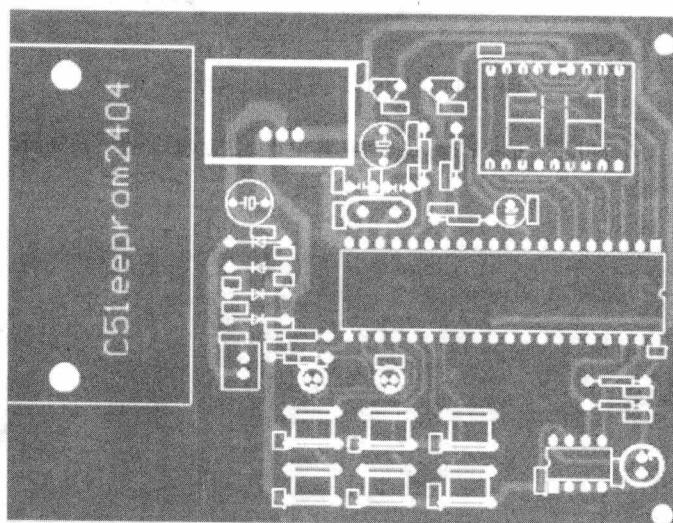
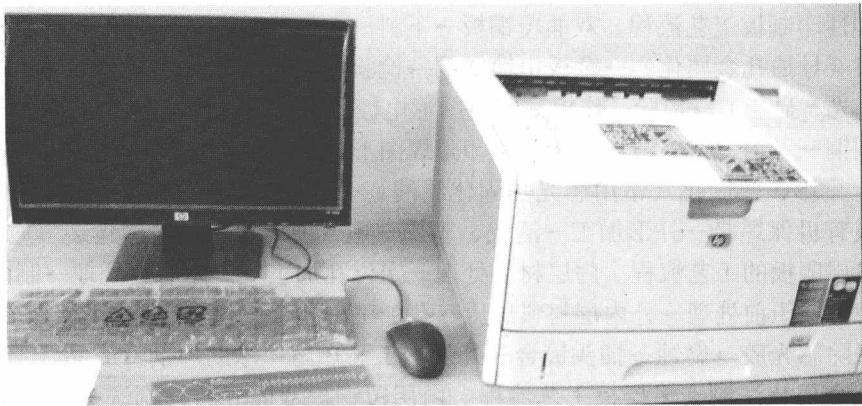
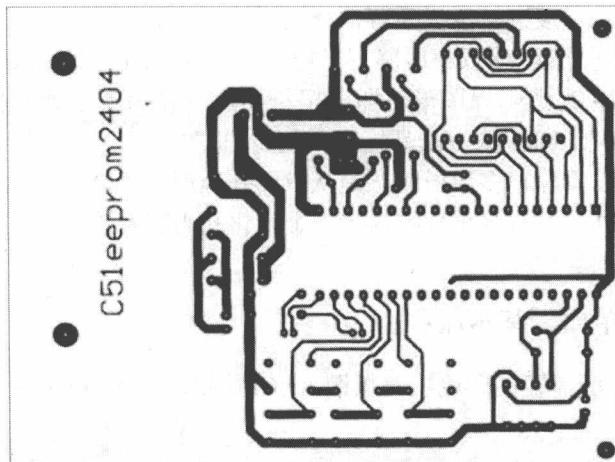

图 0-8 Protel 画出的 PCB 图
图 0-9 激光打印机
图 0-10 打印到热转印纸上的图形
- ① 用 Protel 画出所需要的印刷电路板图 (PCB 图)，如图 0-8 所示。
- ② 将图 0-8 用激光打印机 (图 0-9) 打印到热转印纸 (注意不要打印顶层丝印图)，如图 0-10 所示。